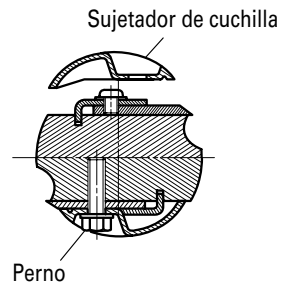

Fig. 12
- (2) Coloque el sujetador de cuchilla sobre el conjunto terminado tal como se indica en la Fig. 12 y asegure los tres pernos. Verifique que los tres pernos estén correctamente apretados.